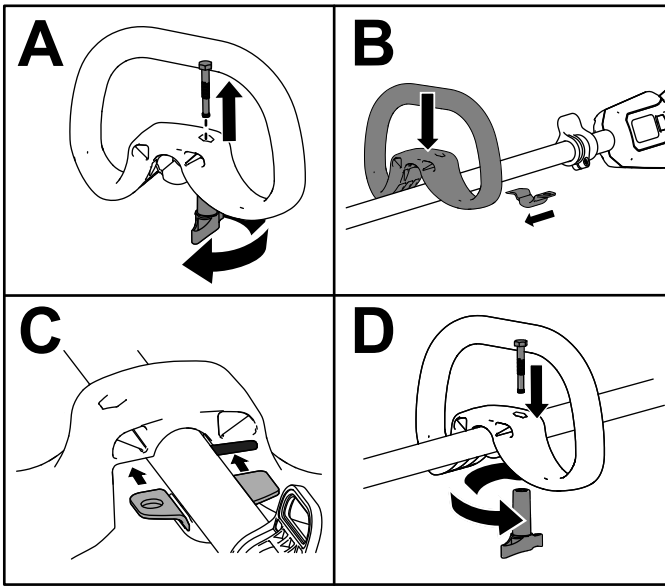

Figura 3
1. Separe a pega auxiliar do suporte inferior da pega, desaparafusando o manípulo de bloqueio da pega e removendo o parafuso de cabeça da tomada (A de Figura 3)
2. Alinhe a pega auxiliar com o suporte inferior da pega do cortador (B de Figura 3).
3. Deslize o suporte inferior da pega para dentro da ranhura da pega auxiliar (B de Figura 3).
4. Fixe a pega auxiliar ao suporte inferior da pega com o parafuso de cabeça sextavada interior previamente retirado (C de Figura 3).